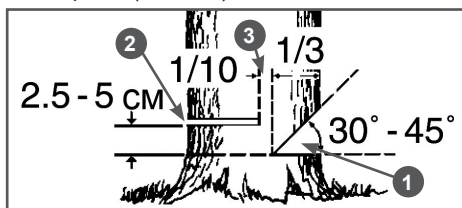

Рис. 14 Расположение запила, пропила и недопила
- Начните пилить с той стороны дерева, куда оно должно упасть (Рис. 14). Сделайте запил 1 с той стороны, куда должно упасть дерево, глубиной примерно $1/3$ диаметра ствола и под углом от 30 до 45 градусов (Рис. 14). Линия стыка двух пропилов, образующих запил, называемая направляющей линией, должна располагаться как можно более горизонтально и под углом 90 градусов к направлению валки.
временно клин в пропил 2 (Рис. 14). Недопил 3 действует как шарнир и позволяет контролировать падение дерева (Рис. 14).
Ни в коем случае не допиливать до конца недопил 3 (Рис. 14), так как вы не сможете контролировать направление падения дерева.